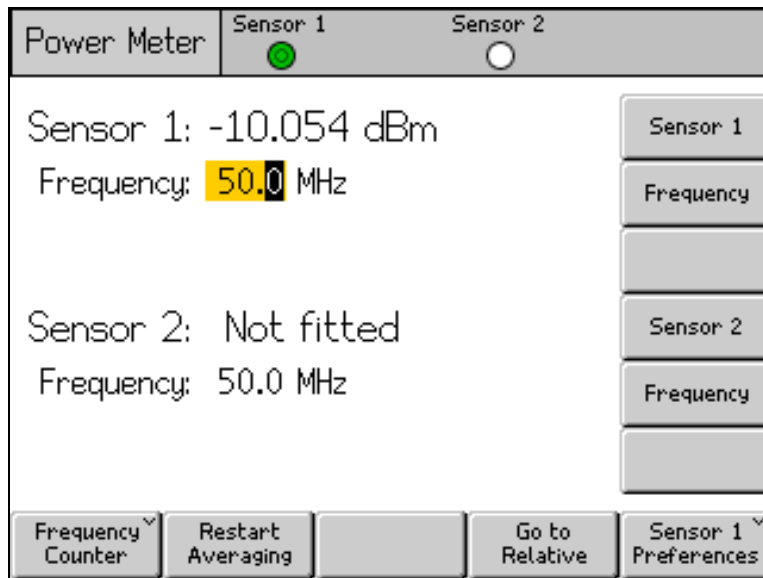

Figure 3-39. Ecran Power Meter - Configuration de la fréquence
Pour obtenir des mesures valides, le paramètre de fréquence de chaque capteur connecté doit correspondre à la fréquence du signal à mesurer. Pour régler la fréquence, appuyez sur **MEAS** pour afficher l'écran Power Meter Readout. Appuyez sur la touche de fonction Frequency pour sélectionner le champ de fréquence pour le capteur requis (la touche de fonction en face du champ de fréquence Sensor 1 ou Sensor 2) comme illustré dans la Figure 3-39. La valeur de fréquence peut être ajustée à l'aide des touches du curseur et de la molette de défilement, ou saisie directement à l'aide des touches du pavé numérique. Les valeurs de fréquence autorisées sont déterminées par le capteur connecté, et incluent généralement 0 Hz.
1. Appuyez sur **MEAS** pour afficher l'écran Power Meter Readout, comme illustré dans la Figure 3-39.